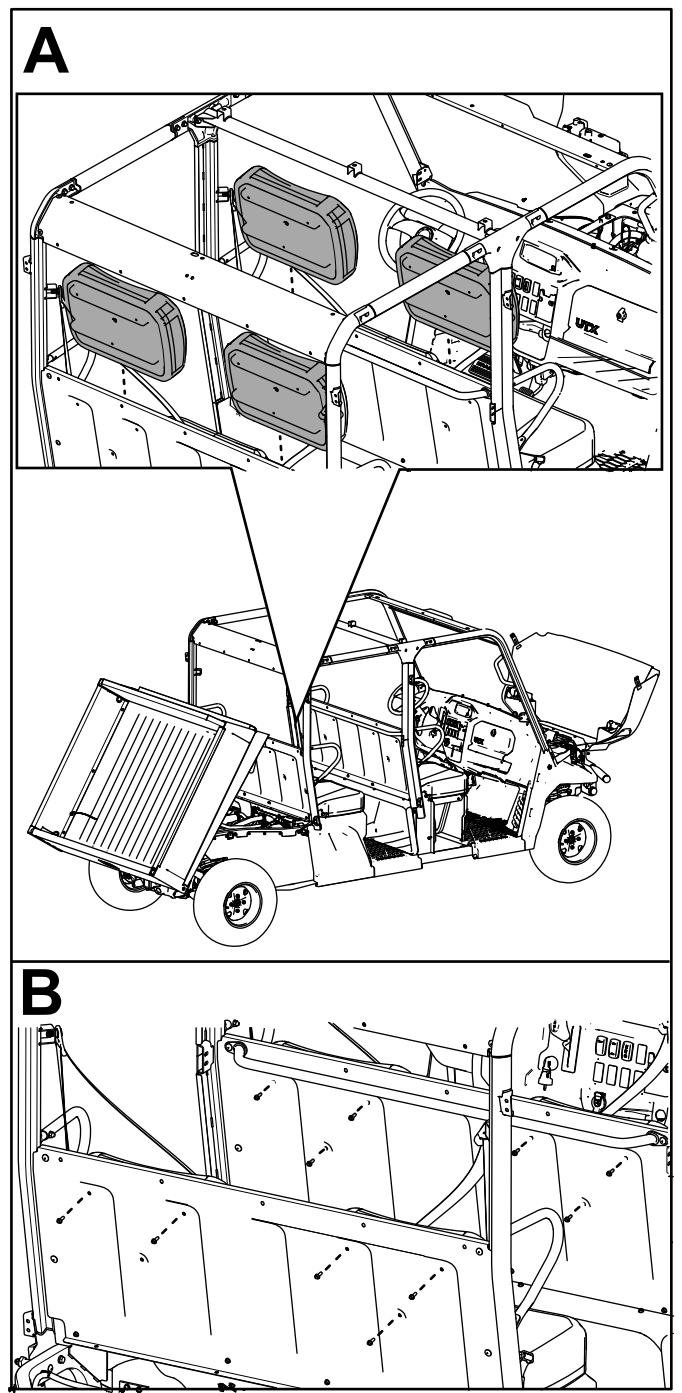

Figura 65
- E. Sujete los 4 respaldos a los paneles de los asientos usando 11 pernos de cabeza hexagonal con arandela prensada ($1/4" \times 3/4"$), como se muestra en la Figura 65.